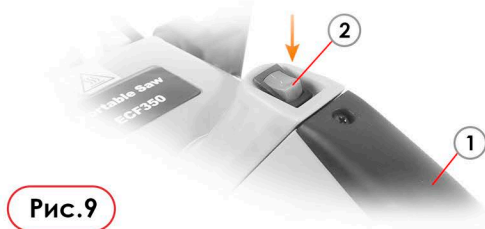

Рис. 9
В нормальных условиях резчик следует выключать, когда двигатель работает на холостом ходу. Однако, если во время работы возникает неисправность или аварийная ситуация, вы можете немедленно остановить двигатель, нажав и удерживая аварийный выключатель (2) в передней части задней рукоятки (1) (Рис. 9).